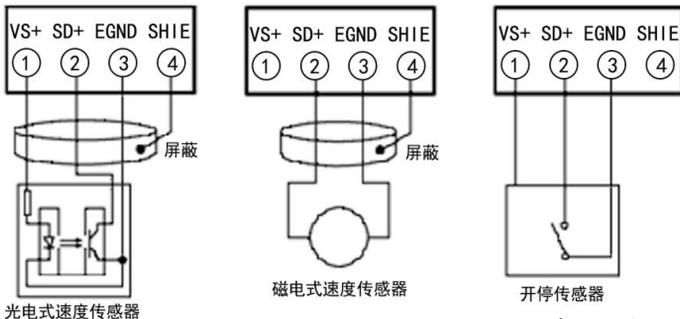

图 13-14-15 光电式、磁电式、开停传感器的连接
速度传感器通常具有 2 种类型：光电式速度传感器和磁电式速度传感器，当仪表设置为速度内给方式时，速度传感器也可采用皮带开停传感器代替，图 13-14-15 显示了采取不同的速度传感器时的连接方法。
- 3) 接线：按照图 13-14-15 链接开停传感器，也可以连接控制设备启停的继电器的常开触点；